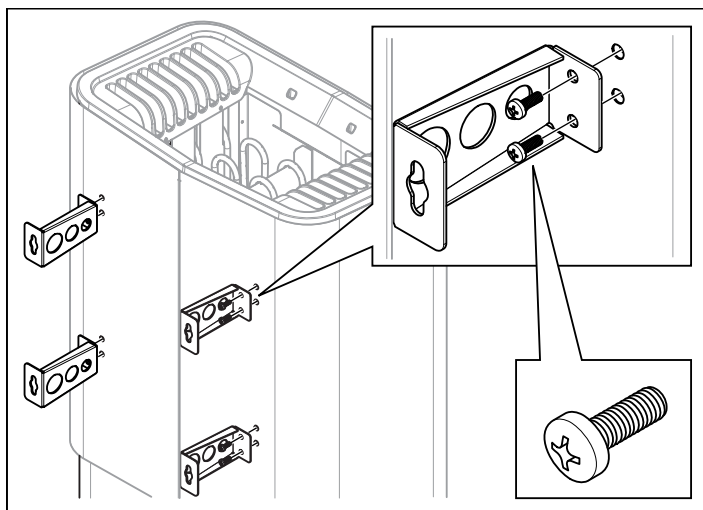

Fig 7: Monter les supports sur le poêle
5. Déposer les deux premières vis de la face arrière du poêle et visser un des quatre supports. Répéter l'opération jusqu'à ce que tous les supports soient en place voir Fig 7.